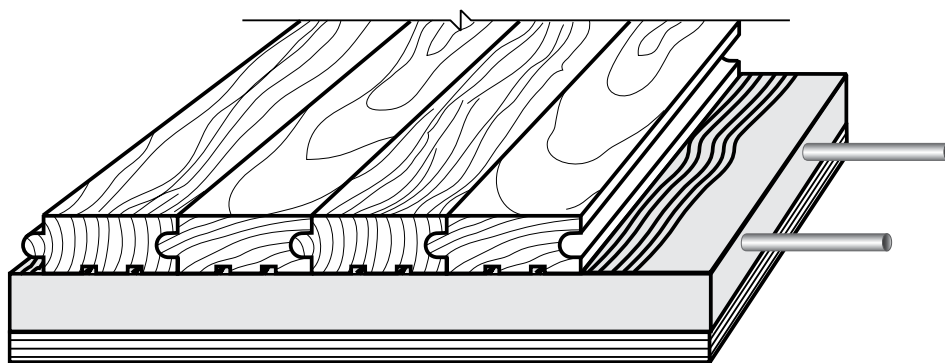

Figure 16-9 : Plancher en bois collé sur une sous-couche
**Plancher en bois collé sur une sous-couche** — La sous-couche doit être sèche et étanche avant d'appliquer l'adhésif. Consultez le manuel d'installation du fabricant du plancher en bois pour les informations spécifiques relatives aux pare-vapeurs ou produits de scellement avant l'installation du produit (voir la **Figure 16-9**).